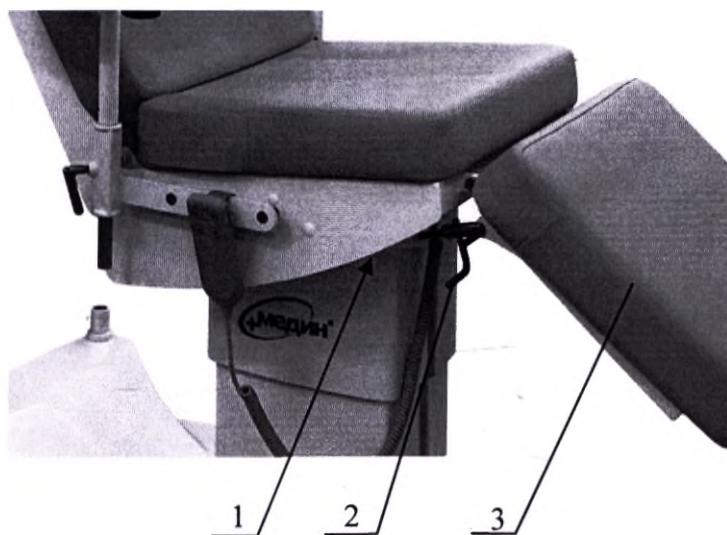

Рисунок 4. Органы управления ножной секцией.
10.4 Регулировка ножной секции осуществляется при помощи газовых пружин. Для подъема ножной секции 3 (Рисунок 4) поверните и удерживайте рукоятку 2 управления газовыми пружинами